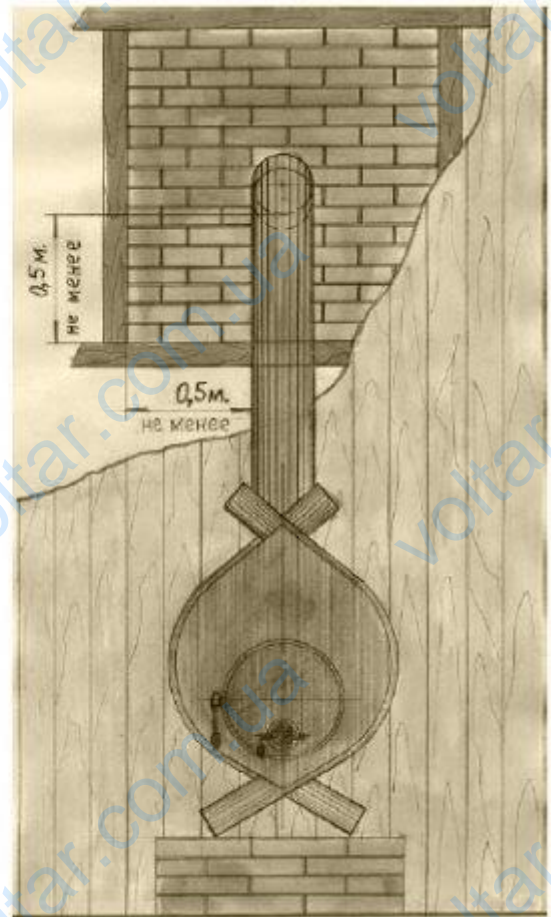

Рисунок 9
- металлические дымовые трубы можно прокладывать через перекрытие из горючих материалов с условием, что будет сделана разделка из не горючих материалов (не пустотелый кирпич) размером не менее 0,51 м. см. рис. 9;